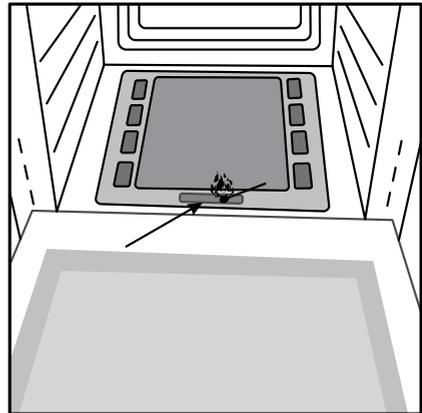

Рис. 15
- слегка нажав на ручку управления температурой духовки (5), поверните ее против часовой стрелки до положения «max★»;
- нажмите ручку (5) до упора;
- удерживая ручку (5) нажатой поднесите горящую спичку к отверстию горелки духовки (см. рис. 15);